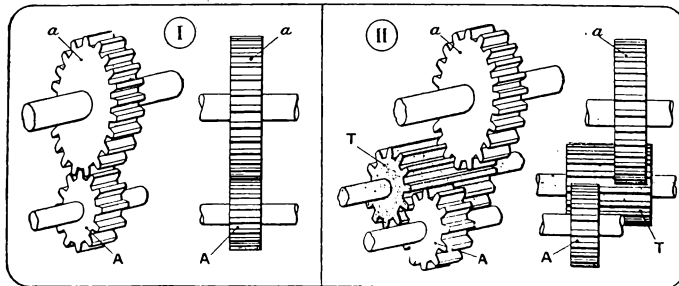

Fig. 165. — Schema di un cambiamento di marcia con interposizione d'un pignone.
**Marcia Indietro.** — Con il baladeur si può ottenere anche il cambiamento di marcia. Per esempio (fig. 165) se due ingranaggi  $A$  ed  $a$  sono comandati